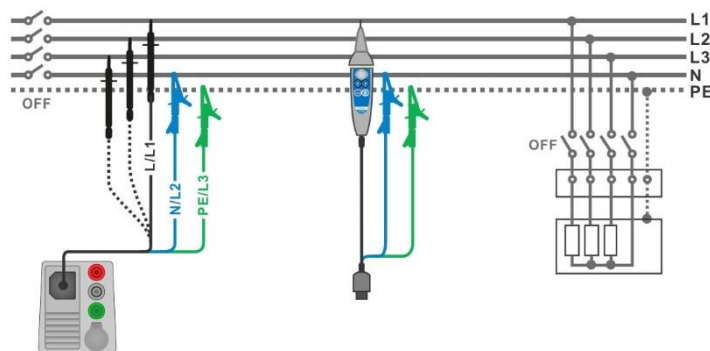

Abbildung 7.11: Anschluss des 3-Leiter Prüfadapters und der Commander-Prüfspitze
- Schließen Sie die Prüfleitungen am Prüfling an (siehe und **Abbildung 7.11**). Der Standard 3-Leiter Prüfadapter, Schuko-Prüfkabel oder der Commander-Prüfstecker / -Prüfspitze können verwendet werden.